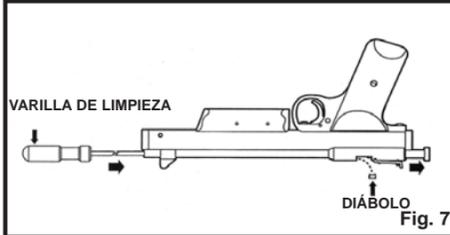

Fig. 7
- Con el cerrojo abierto, introduzca una varilla por la boca del cañón y empuje suavemente el diábolo atorado hacia el puerto de carga de diábolos (parte delantera del cerrojo). (Fig. 7)